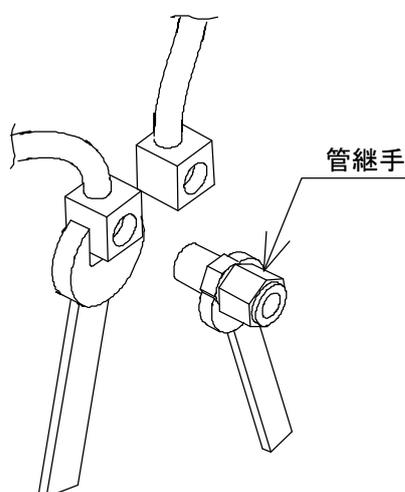

図 5-9 冷却水配管接続
- (2) 図 5-9 のように冷却水の配管を接続する際には、冷却水パイプの変形を防止するために、ポンプ側の口金もスパナで押さえながら、管継手をねじ込んでください。
- (3) 電源 OFF 時には冷却水バルブは閉となり、冷却水の供給を停止します。お客様にて三方弁および配管をご用意していただくことによりポンプをバイパスし、冷却水を流すことができます。バルブの追加および配管作業はお客様にてお願いいたします。